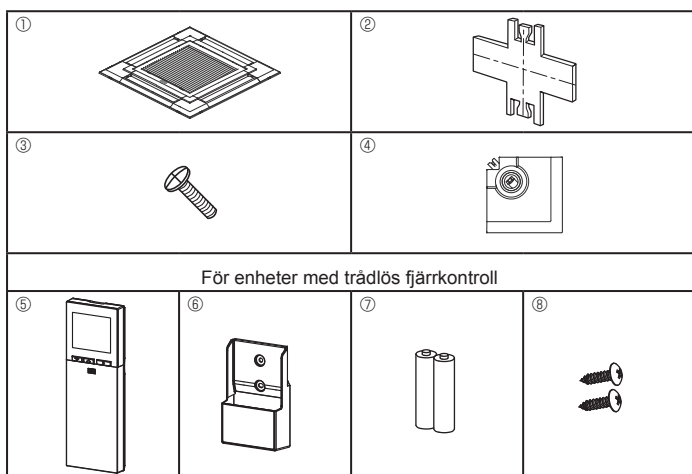

Fig. 9-1
9.1. Kontroll av innehåll (Fig. 9-1)